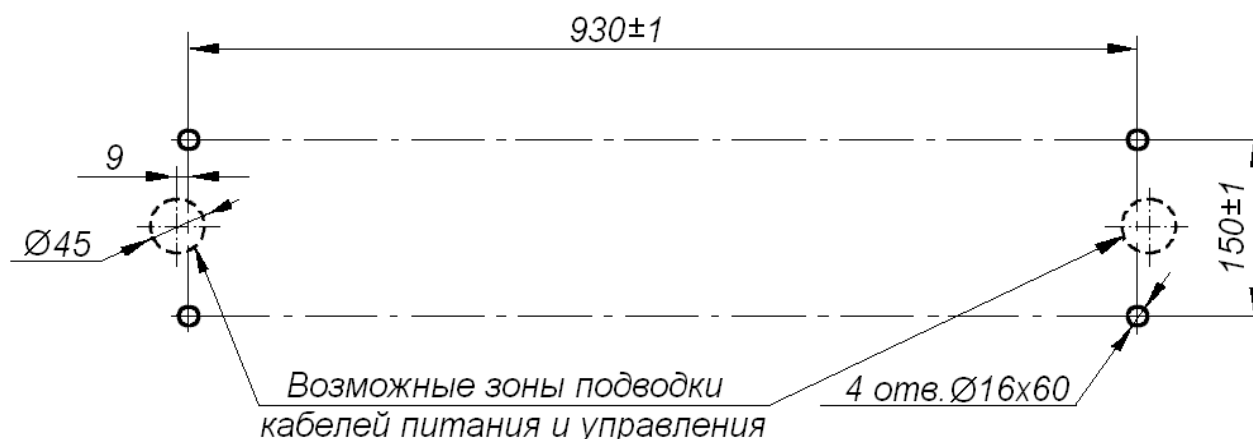

Рисунок 11. Схема разметки отверстий для крепления стойки турникета¹
- производить разметку установочных отверстий в соответствии с рис. 11;
2. Подготовьте в полу отверстия под гильзы анкеров для крепления стойки турникета (см. рис. 11) и кабельные каналы согласно планировке проходной. При необходимости прокладки кабелей под поверхностью пола подготовьте в полу кабельный канал, подходящий к отверстиям для ввода этих кабелей в стойку турникета.